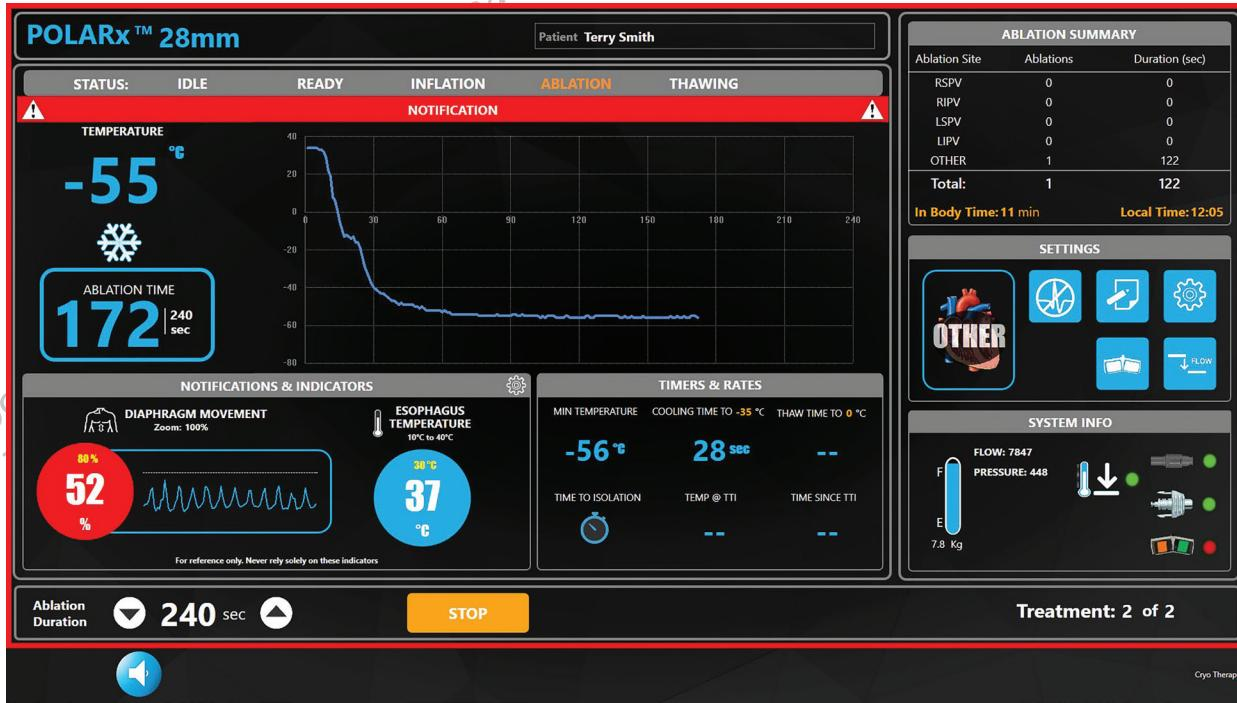

Figura 12. Alerta del sensor de **Diaphragm Movement** (Movimiento del diafragma)
- Seleccione el valor numérico junto a **Diaphragm Sensor Limit** (Límite del sensor del diafragma). Ajuste el **Diaphragm Sensor Limit** (Límite del sensor del diafragma) al porcentaje deseado con las flechas arriba/abajo. Cuando el porcentaje alcanza el valor escogido en este campo, la lectura del sensor **DIAPHRAGM MOVEMENT** (Movimiento del diafragma) en la pantalla Therapy (Terapia) cambiará al color rojo y parpadeará, un borde rojo alrededor de la pantalla también parpadeará y la barra de título del gráfico de temperatura parpadeará de color rojo; se emitirá una notificación audible cuando el porcentaje alcance el valor escogido en este campo (Figura 12). La alerta puede mostrarse durante la fase de ablación.